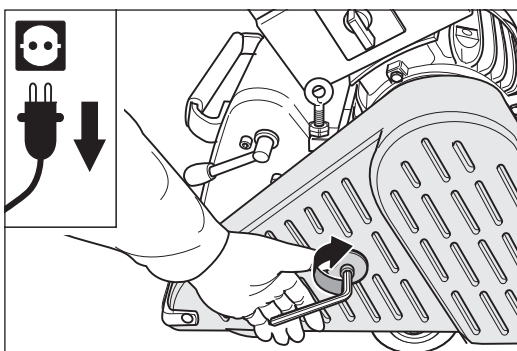

Abb. 103 Den Riemen- und Schutzhülse schließen.
- 9 Nachdem Sie beide Seitenräder ausgetauscht haben, schließen Sie den Riemen- und Schutzhülse (Abb. 103).